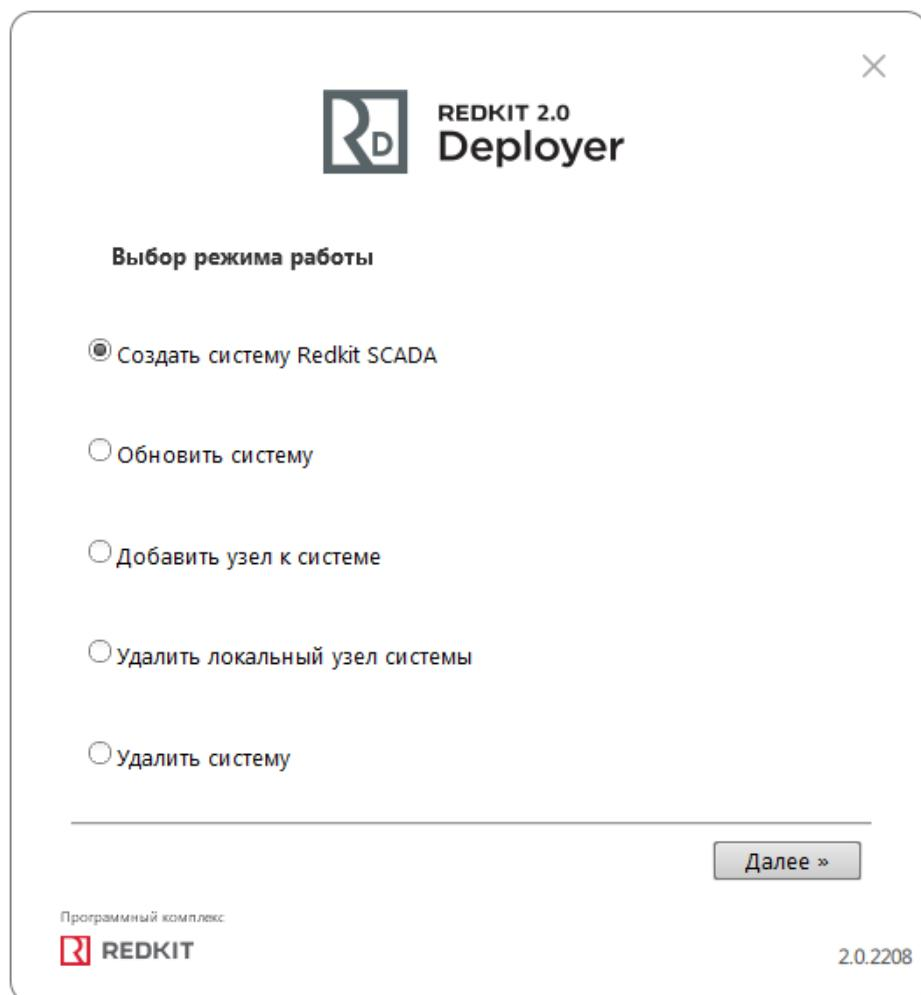

Рисунок 60 - Выбор режима работы
3. Выберите режим работы **Создать систему Redkit SCADA** и нажмите Далее (Рисунок 60).